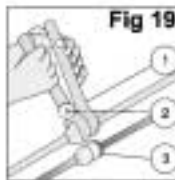

Fig. 19
5. Preparare il doppino per il collegamento, così come si vede nella Fig. 19.
6. Scollegare il resistore (5) dal doppino (3) collegato all'unità interna e poi collegare il doppino al connettore del doppino (6) fornito a corredo.
7. Collegare alla morsettiera (9) dell'unità esterna l'altra estremità del doppino (6) a corredo.